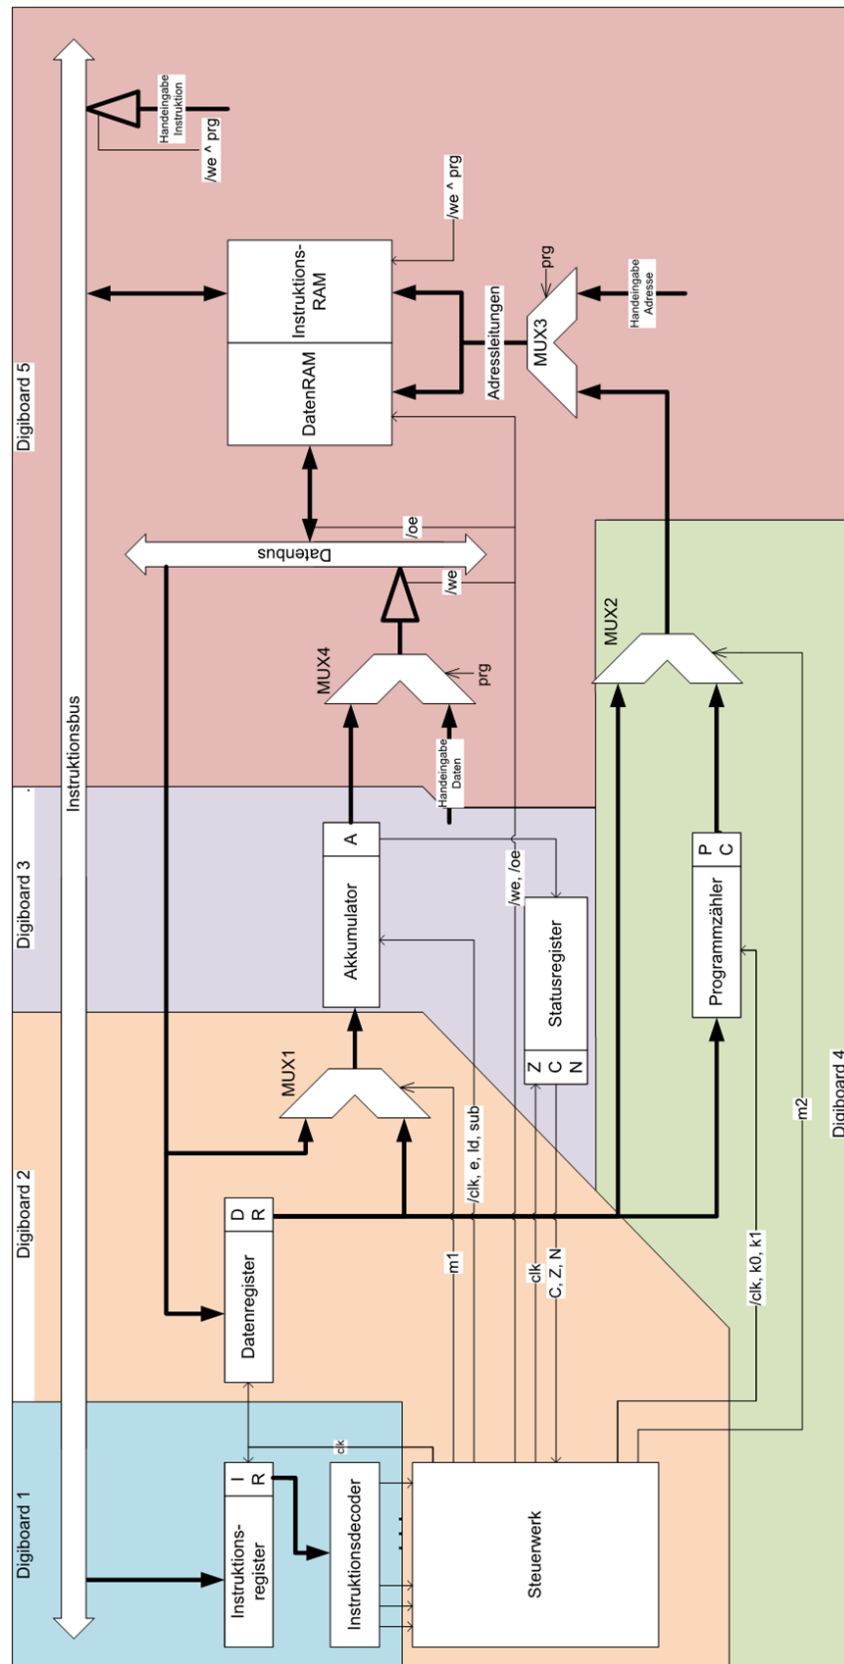

Figure 10: Übersichtsplan mit möglicher Verteilung der Elemente auf die Digiboards
1. Machen Sie sich das Durchschalten der Transportwege in Abhängigkeit vom ausgeführten Befehl für die Phasen [Fetch] und [Execute + Memory-Access] klar. Tragen Sie in den folgenden Tabellen die benötigten Steuersignale ein [0, 1, -]. Siehe Abbildung 10 für die Funktion der Steuersignale.